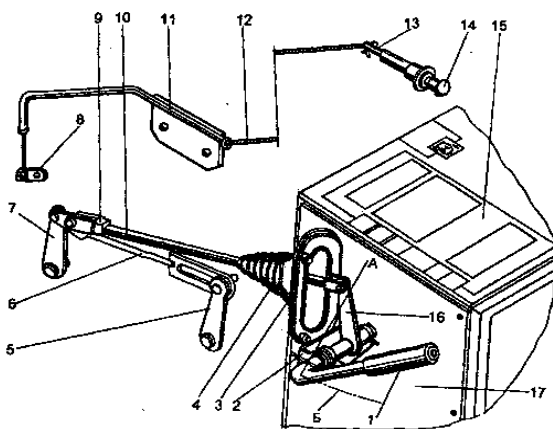

Рис. 5.39. Управление пусковым двигателем:
**Управление пусковым двигателем.** Комбайны могут быть оборудованы пусковым двигателем, управление которым осуществляется с кабины водителя (рис. 5.39). Рычаг управления муфтой сцепления и шестерней включения пускового двигателя находится на передней плоскости правой колонки управления. На правой панели площадки управления установлена ручка 14 управления воздушной заслонкой карбюратора.